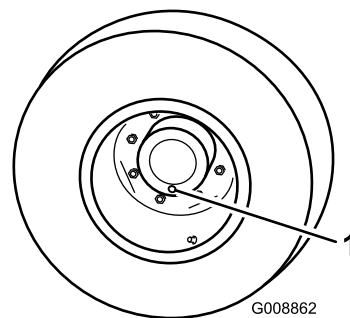

Figura 57
1. Coloque a máquina numa superfície plana, posicione uma roda de forma a que um dos tampões de verificação se encontre na sua posição mais baixa (6 horas) (Figura 57).